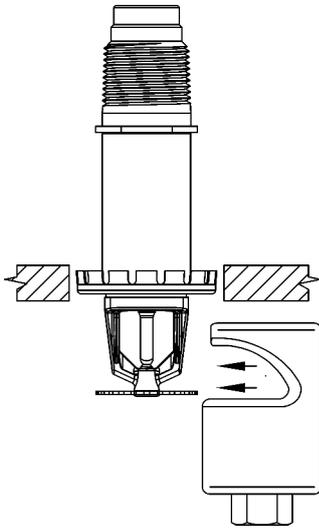

Abb. 5: Sprinklernuss ansetzen
2. ➔ Die Nuss vorsichtig seitwärts über den Sprinkler schieben (Abb. 5).